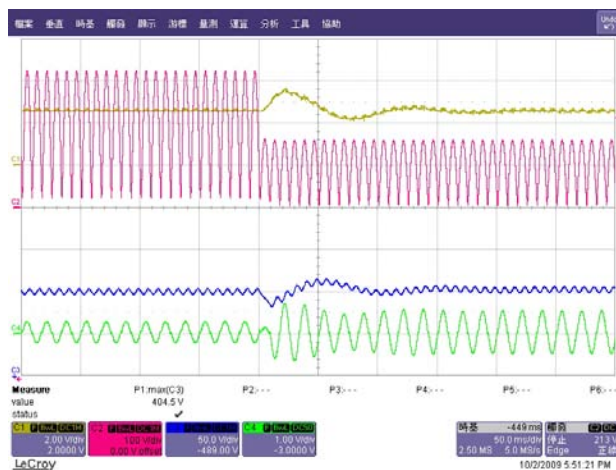
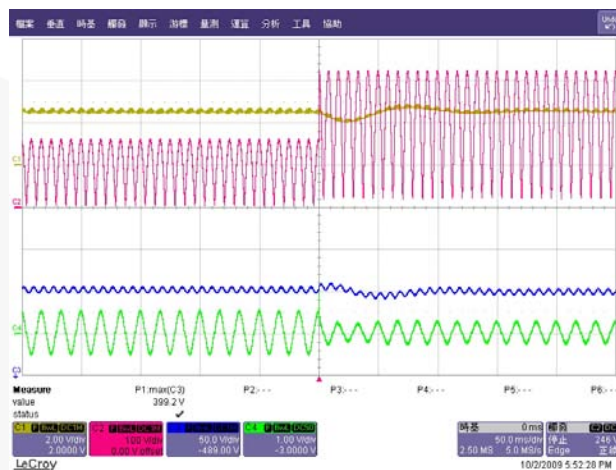

图 15. 230VAC至115VAC线路瞬变
图 16. 115VAC至230VAC线路瞬变
6. 图 15和图 16显示的是因线路前馈功能使线路瞬变操作对输出电压的最小效应。线路电压从230VAC变为115VAC时，可观察到14.5V（标称输出电压的3.72%）的电压欠冲。线路电压从115VAC变为230VAC时，几乎观察不到有电压欠冲。